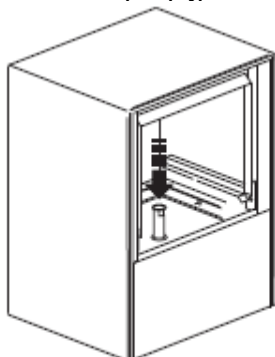

fig5.1
- 1 Plaats de overloop pijp in de speciale zitting in de wastank ( fig 5.1)